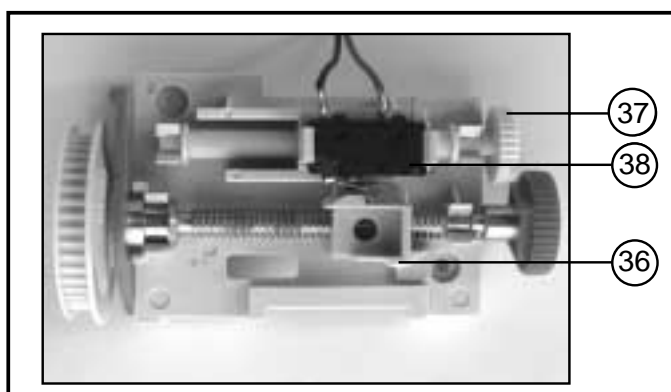

Fig. 7: Referansepunktinnstilling (Port er åpen)
- Drei nå med det mindre serraterte hjulet (37) innstillingsspindelen frem til referansepunktbryteren (38) blir betjent av brytersleiden (36) (jfr. fig. 7). Drei nå det mindre serraterte hjulet (37) videre 1 – 2 omdreininger mot urviserens retning.